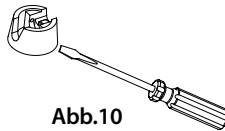

Abb.10
2. Sie benötigen einen Schraubendreher um die grüne Abdeckung an Ihrem Heineken-Fass zu demontieren (Abb. 10).